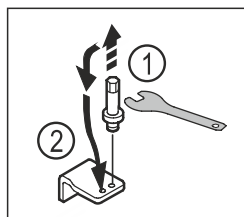

Fig. 21
- ▶ Lironi bulonat e bazamentit mbështetës të poshtëm me çelësin e jashtëm kriket SW5. Fig. 21 (1)
- ▶ Vendosi bulonat në anën e kundërt. Fig. 21 (2)